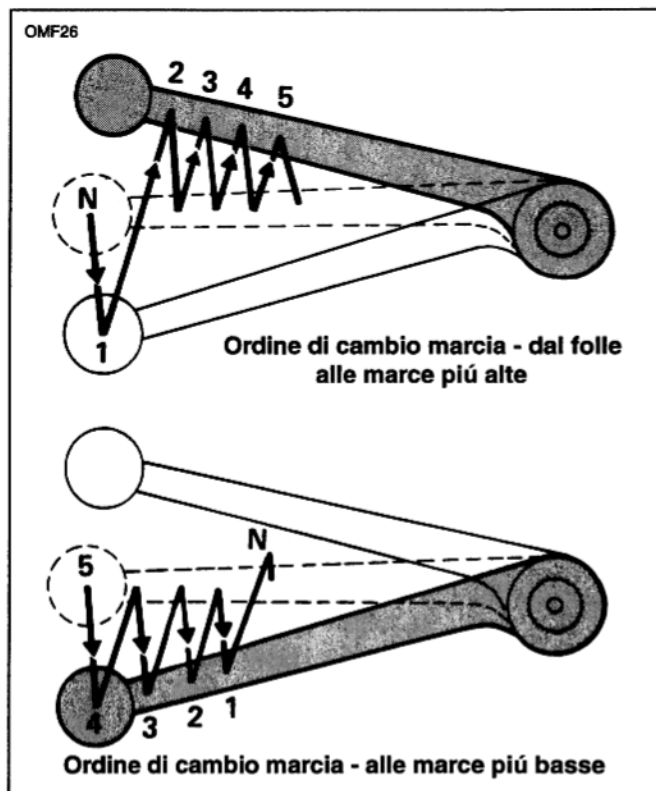

Figura 28. Sequenza di cambio – 5 marce
Vedere la figura 2. Per far partire la moto, tenerla in posizione verticale, con il motore al minimo, e azionare a fondo la leva della frizione (6) per disinnestare la frizione. Vedere la figura 28. Spingere verso il basso il pedale del cambio, con decisione ma gentilmente, a fine corsa per innestare la prima. Quindi rilasciare lentamente la leva della frizione e, simultaneamente, aprire gradualmente il comando gas.